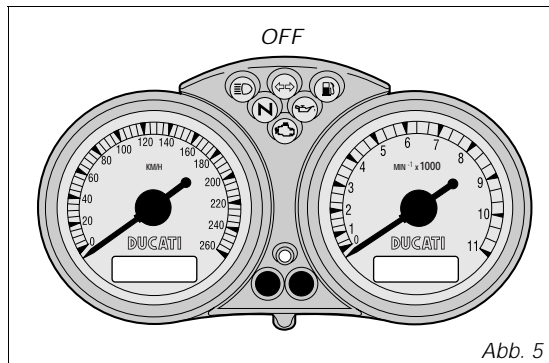
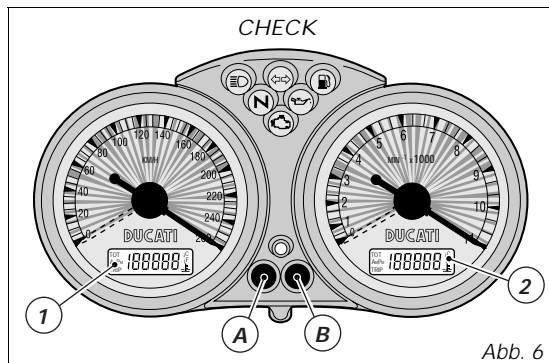

Abb. 5
Abb. 6
Auf das Einschalten (Zündschlüssel von **OFF** auf **ON** oder **Key-ON**) führt das Cockpit einen Check aller seiner Instrumente durch: Zeiger, Display und Kontrollleuchten (Abb. 5 und Abb. 6).
Auf das Drücken der Taste (A, Abb. 6), bei einem auf **ON** stehenden Zündschlüssel, kommt es zu einer abwechselnden Anzeige des Tages- und des Kilometerzählers.
Befindet er sich in der Funktion **TRIP** (Tageskilometerzähler) kommt es nach dem Drücken, 2 Sekunden lang, der Taste (A, Abb. 6) zum Rückstellen der Displayanzeige (LCD 1) auf Null.
Nach Drücken der Taste (B, Abb. 6), bei einem auf **ON** stehenden Zündschlüssel, werden die Uhrzeit und die Öltemperatur angezeigt.
Die Taste (B, Abb. 6) mindestens 2 Sekunden lang drücken. Durch Drücken der Taste (A, Abb. 6) nun die Zeitangabe
AM/PM einstellen. Für den Übergang auf die Einstellung der Stunden, die Taste (A, Abb. 6) drücken. Durch wiederholtes Drücken der Taste (A) wird die Stundenanzeige geändert. Für den Übergang auf die Einstellung der Minuten, die Taste (B) drücken. Die Taste (A) drücken und so den Durchlauf der Minutenangabe starten; indem man sie länger als 5 Sekunden lang niederdrückt, ändert sich die Minutenangabe schneller. Zum Verlassen des Einstellmodus die Taste (B) drücken.
Drückt man die Taste (B, Abb. 6) innerhalb von 5 Sekunden nach dem Umstellen des Zündschlüssels auf ON, kann man durch ein aufeinanderfolgendes Drücken dieser Taste die Helligkeit am Cockpit einstellen.